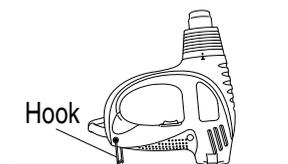

Fig. 3
2. Using the Hook (**Fig. 3**)